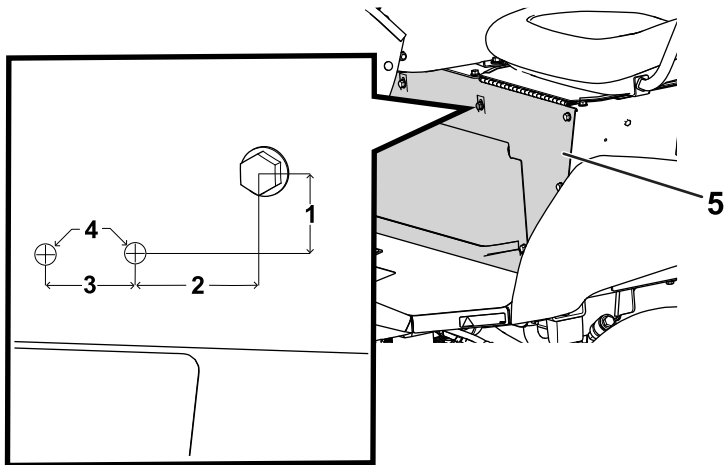

Figure 27
1. En partant du boulon sur la base du siège, mesurez et percez 2 trous dans la base (Figure 27).